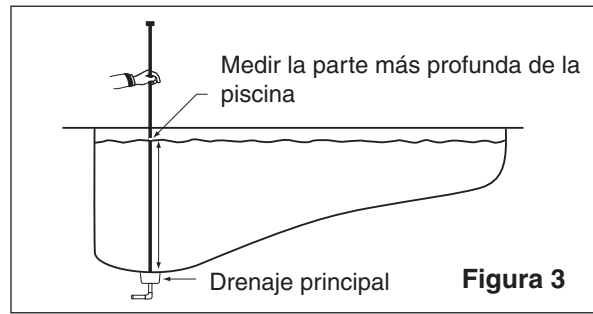

Figura 3
1. Mida la parte más profunda de la piscina. Véase **Figura 3**.